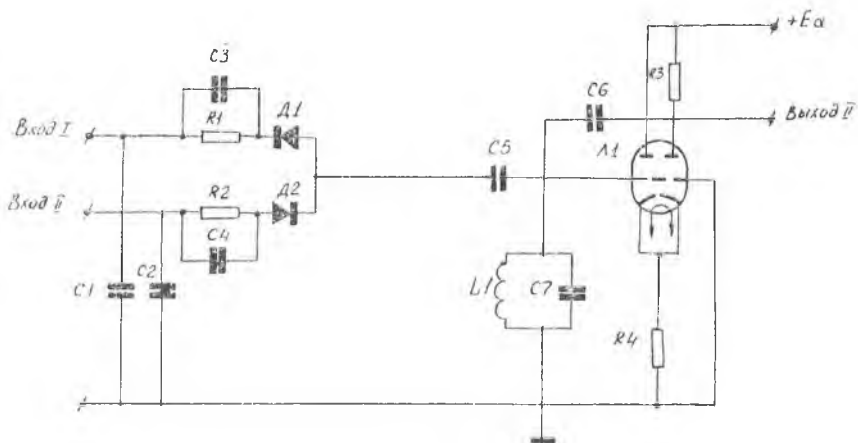

Рис. 2.1.
1. Собрать установку согласно блок-схеме рис. 2.1.